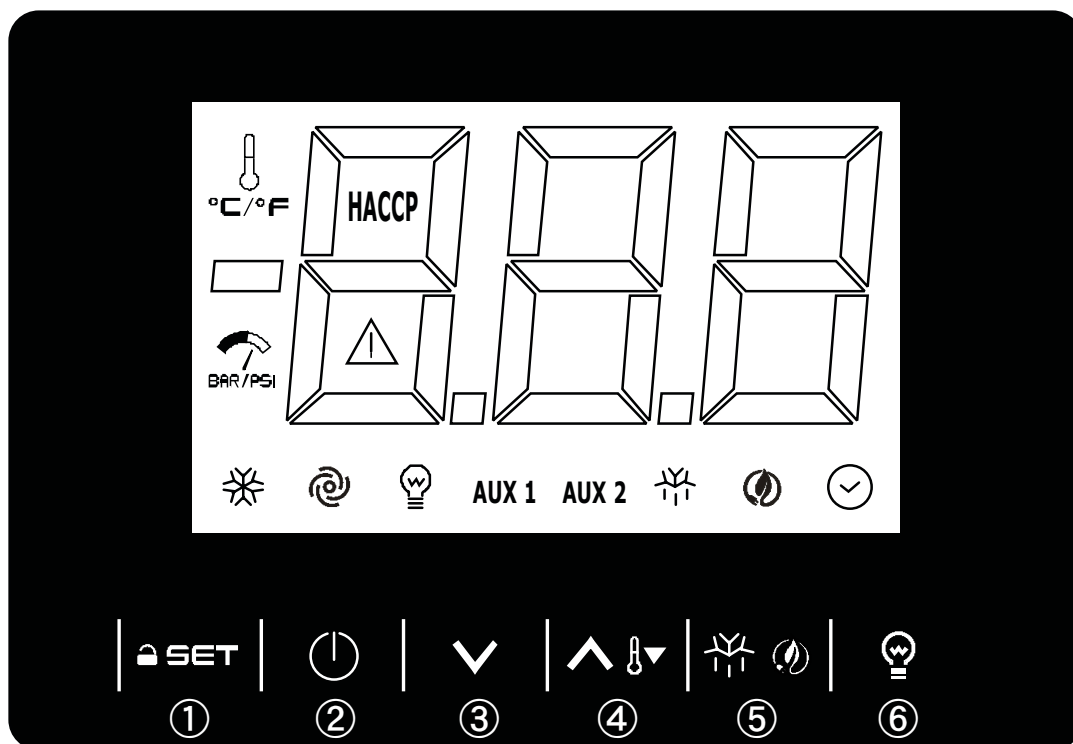

Fig.3
9.1 Descrizione dei comandi e pulsanti (Fig. 3)
Sequenza d'avviamento (fig.3).
9.2.2 Modi d'arresto (fig.3)
► premere il tasto on-off ② per 2 secondi	il display e l'armadio si spegneranno
9.2.3 regolazione dell'orologio interno sull'ora attuale (fig.3)
9.2.4 Impostazione temperatura (fig.3)
9.2.5 Sbrinamento automatico e manuale (fig.3)
9.2.6 Sblocco tastiera (fig.3)
9.2.7 Accensione/spegnimento della luce (fig.3)
► L'accensione e lo spegnimento della luce sono automatiche all'apertura e chiusura della porta. Per mantenere la luce accesa toccare il tasto LUCE ⑥